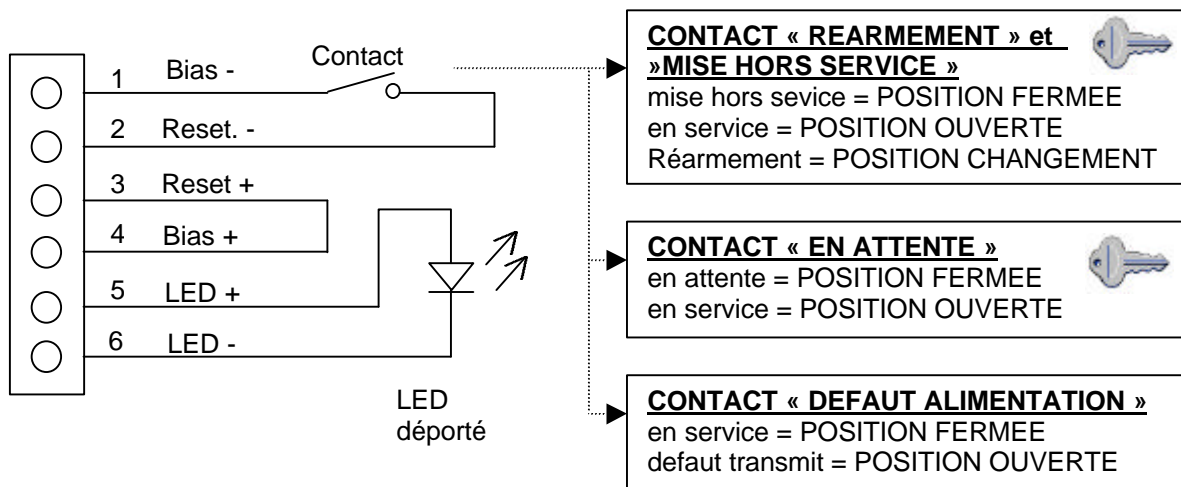

Figure 22 Détails de raccordement des câbles auxiliaires
- Bias +/- Cette borne fournit une tension de 10V par l'intermédiaire d'une résistance 1K pour actionner un commutateur déporté pour effectuer une des fonction ci-dessous selon la Figure 22.
- c) Raccorder les câbles de Réarmement, la LED déportée et les câbles polarisés selon les besoins du site en se référant à la Figure 22.